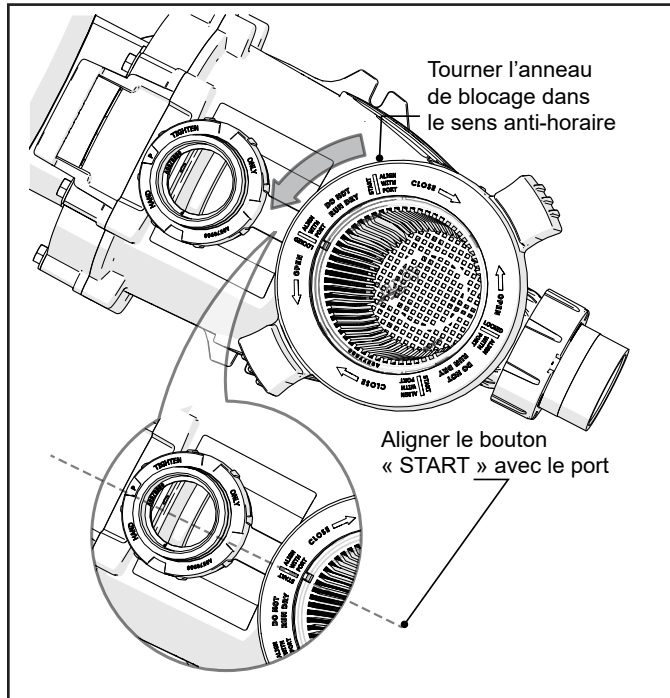

Figure 12. DÉVERROUILLER L'ANNEAU DE BLOCAGE
4. En suivant les repères sur l'anneau de blocage, tourner la bague dans le sens anti-horaire jusqu'à ce que les repères de démarrage (START) s'alignent avec les ports. Voir la Figure 12.